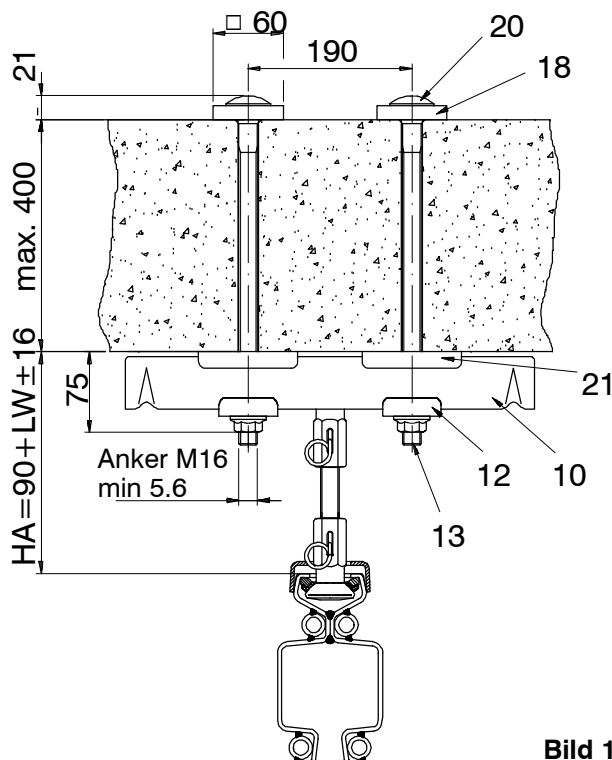

Bild 18
Bei Anschluss an Stahlbetondecken (Bild 18) 2 Anker (20) mit Deckenplatte (18) durch Betondecke stecken. Die Halteplatten (21) zwischen den Deckenträger (10) und die Betondecke legen.